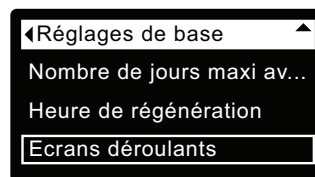

FIG. 53
3. Appuyez sur le **SÉLECTEUR (O)** pour afficher le menu des réglages de base (cf. Figure 53).
7. Pour désactiver un écran, mettez d'abord l'état en évidence; appuyez ensuite sur le **SÉLECTEUR (O)**. Le carré noir deviendra un carré blanc. Enfoncer à nouveau le **SÉLECTEUR (O)** rétablit le carré noir et sélectionne à nouveau l'état mis en évidence. La sélection/mise en évidence d'au moins un écran d'état est obligatoire.
8. Au terme de vos sélections, quittez ce menu en appuyant sur le bouton **GAUCHE (◀)**; l'afficheur revient au menu des réglages de base (Figure 53).